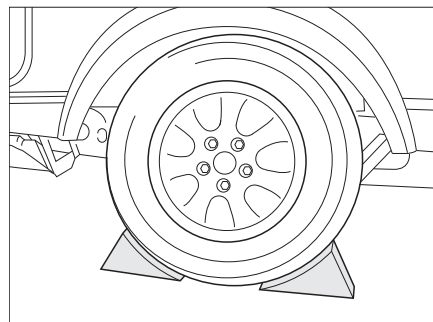

Bild 160 Säkra fordonet
- Använd stoppklossar eller liknande föremål på motsatt hjul för att säkra fordonet (Bild 160).